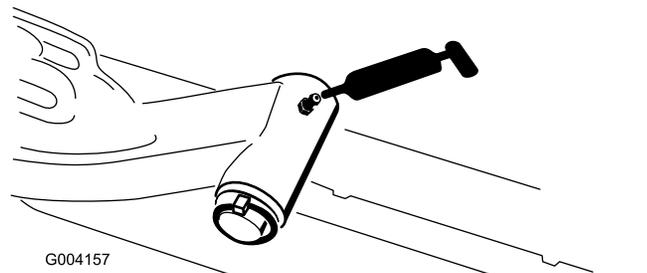

図 109
- 昇降アームのピボットシャフト各アームに1ヶ所 **図 109**